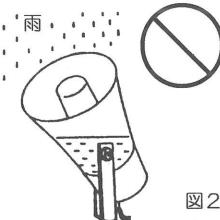

図2
- ② 屋外使用でスピーカの開口部を上に向けて取り付けないようにして下さい。雨水がたまり、音が出なくなったり、浸水して故障の原因になります。(図2)